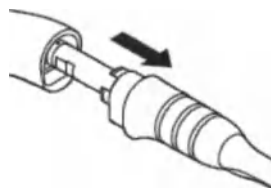

Рисунок 114 — Удаление наконечника для ирригации насадки
4. Снимите наконечник для ирригации насадки с рукоятки (рисунок 114).